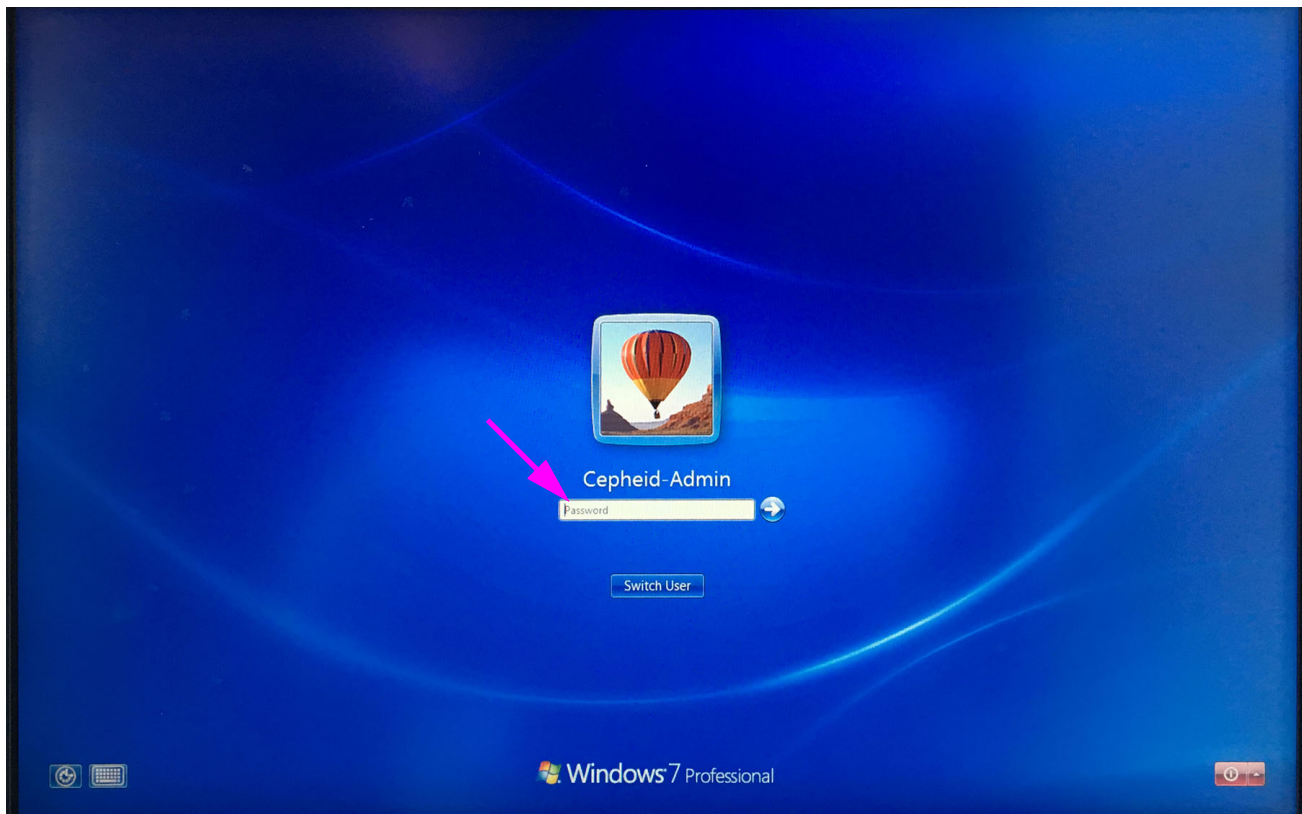

図 5-4. Windows 7 のパスワード画面
2. Windows 7 アカウント画面で、**Cepheid-Admin** ユーザアカウントを選択します (図 5-3 を参照)。Windows パスワード画面が表示されます。 図 5-4 を参照。
3. Windows 7 のパスワード画面 (図 5-4 を参照) で、システム管理者によって割り当てられたパスワードを入力します。Windows 7 デスクトップ画面が表示されます。